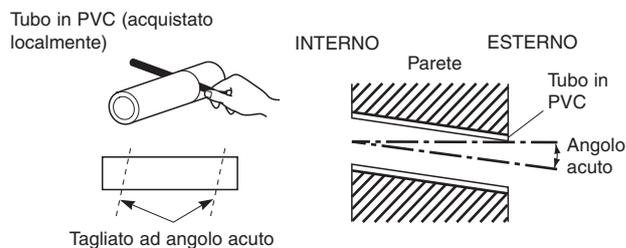

Fig. 3-49
- (9) Misurare lo spessore della parete dall'interno all'esterno, quindi tagliare il tubo in PVC ad angolo acuto. Inserire nella parete il tubo in PVC. (Fig. 3-49).